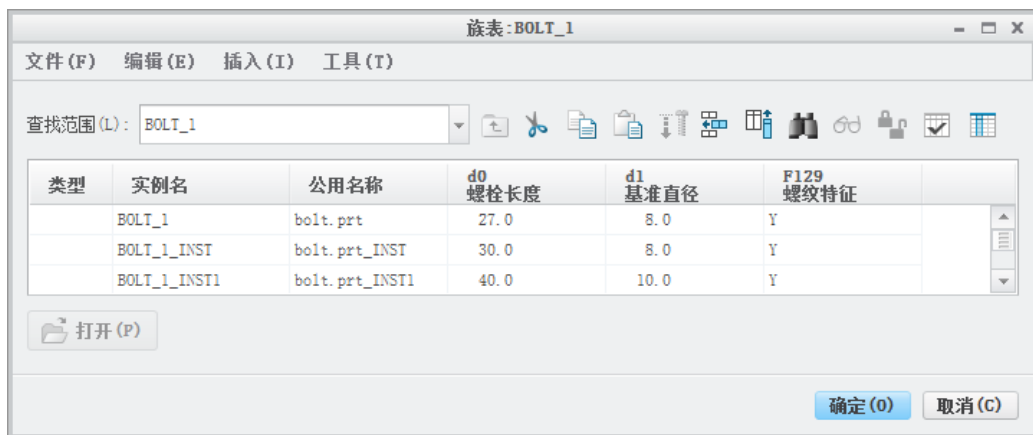

图 7.1.10 “族表 BOLT\_1”对话框（二）
Step2. 在功能选项卡区域的 **工具** 选项卡中单击“族表”按钮 ，“族表 BOLT\_1”对话框（二）如图 7.1.10 所示。